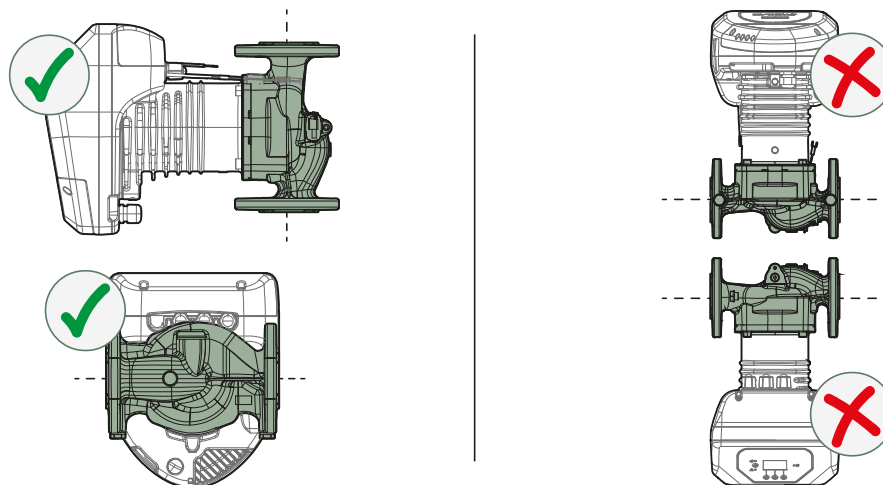

Figura 4
- Montare il circolatore sempre con l'albero motore in posizione orizzontale come in Figura 4